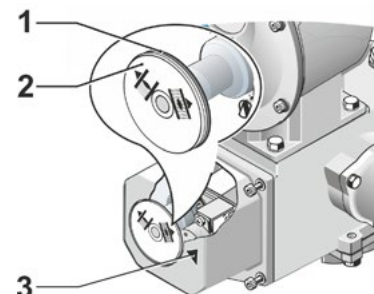

Fig. 2: Ajustar indicador de posición
3. Girar el disco blanco con el símbolo CERRADO (fig. 2 pos. 2) hasta que el símbolo y la marca de flecha (3) queden superpuestos en la mirilla de la tapa de engranaje de señalización.
5. Sujetar el disco blanco (2) y girar el disco transparente (1) hasta que el símbolo de ABRIR y la marca de flecha (3) queden superpuestos.